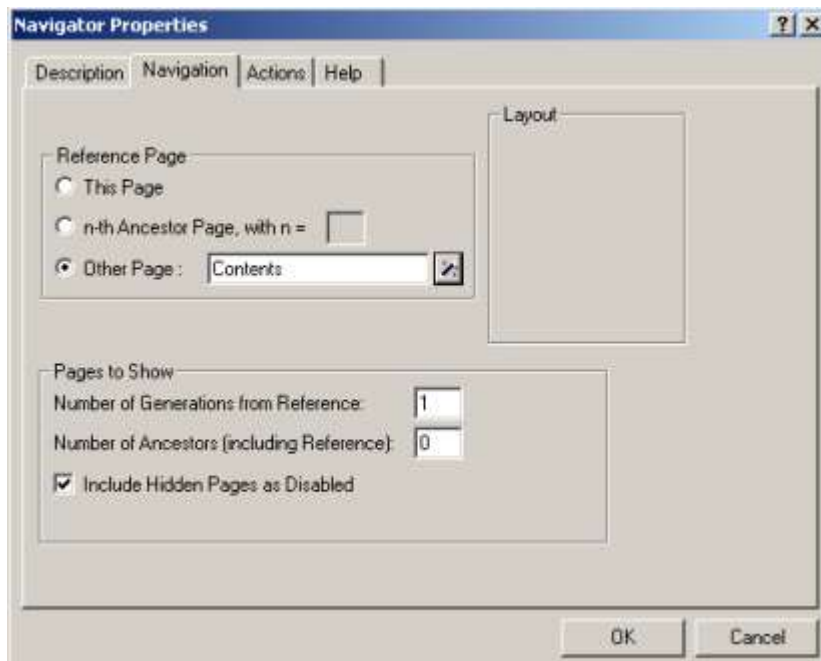

图 13.10: Menu Properties 对话框的完整的 Navigation 标签
- 在 “Reference Page”（见图 13.10）里的选项中选择 “Other Page”